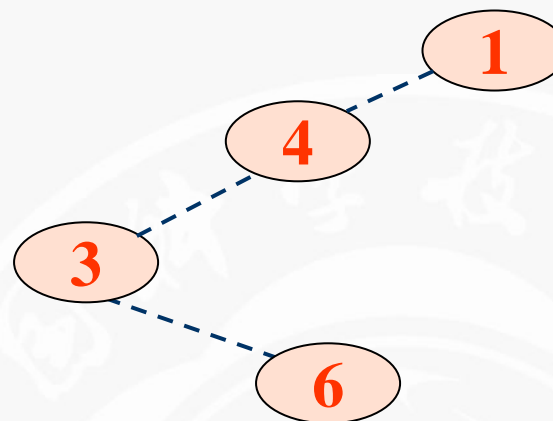

图3 X关系联系簇
► **Step 4:** 考虑X关系，画出“X”关系联系图，如图3所示。